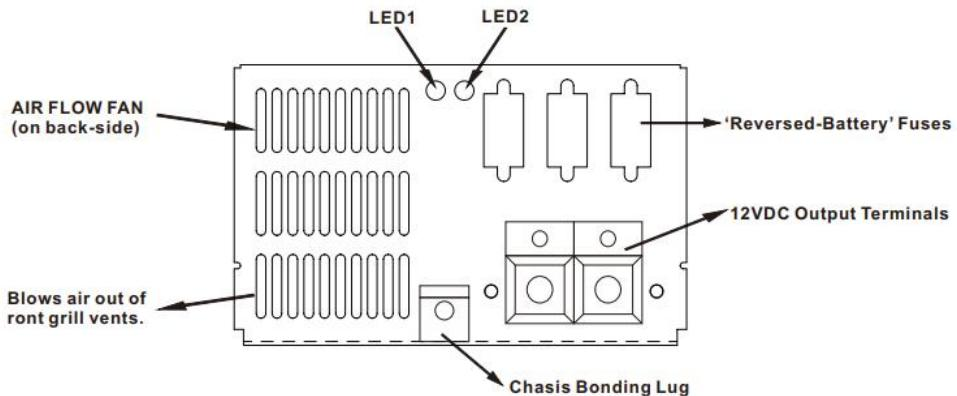

Figura 4
13. La luz verde en el LED1 indica que la potencia de salida está funcionando normalmente o que la carga ha finalizado, mientras que la luz naranja indica que la carga está en progreso. El parpadeo indica un mal funcionamiento. La luz verde LED2 indica que funciona en modo de carga de batería de plomo-ácido, la luz roja indica que funciona en modo de salida fija, la luz naranja, etc. indica que funciona en modo de batería de litio. (Figura 4).